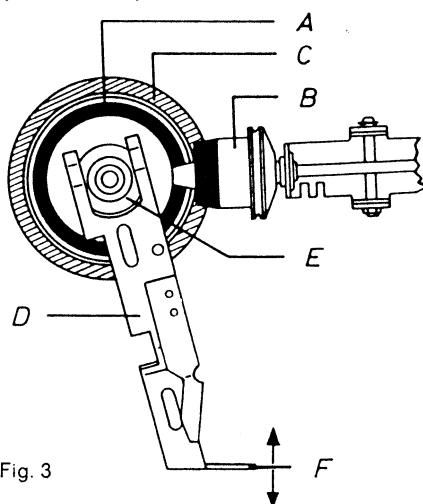

Fig. 3
### 2.11 Preliminary Check of the Right-Hand Clutch (see Fig. 3)
### 2.11 Contrôle de l'embrayage droit (voir fig. 3)
### 2.11 Verificación previa del embrague derecho (véase fig. 3)
## 2.12 Adjusting the Right-Hand Clutch (see Fig. 3)
## 2.12 Réglage de l'embrayage droit (voir fig. 3)
Lorsque la touche «Start» est enfoncée, le disque moteur (A) — initialement repoussé — est libéré sous l'action du curseur de commande (D) et de la bague de levage (E), puis pressé par les ressorts (C) contre le cône de la roue à friction (B). La friction entre le disque moteur (A) et le cône de la roue (B) peut être réglée par le cambrage de l'ergot (F) du curseur de commande (D) (voir flèche sur la fig. 3). Après le dégagement de la touche «Start» et l'actionnement de la touche «Avance rapide», aucune friction ne doit exister entre le disque moteur (A) et le cône de la roue (B). Un écart d'au moins 0,5 mm doit séparer ces deux organes. Le réglage de l'embrayage droit est correct si ce dernier entre en mouvement déjà aux 2/3 de la course d'actionnement de la touche «Start». Régler ensuite le contact «muet» (K 5) comme indiqué sous 4.22.
## 2.12 Ajuste del embrague derecho (véase fig. 3)